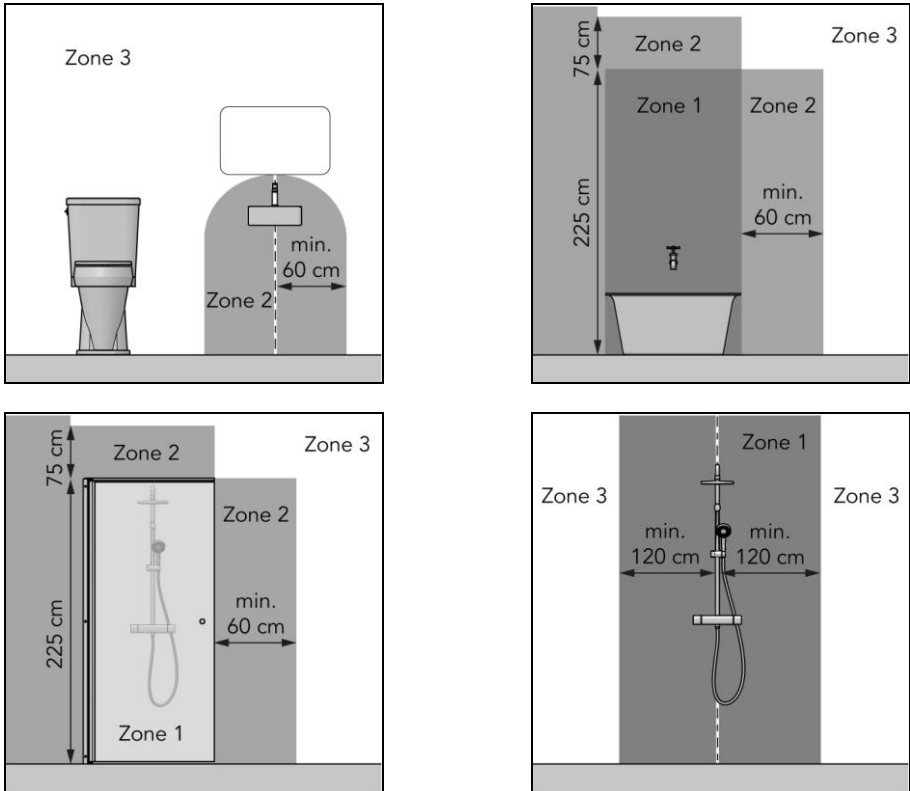

Abbildung 1
- in Zone 3 eines Toilettenraums oder Badezimmers mit Badewanne, Dusche mit Abschirmung und Dusche ohne Abschirmung (Abbildung 1);